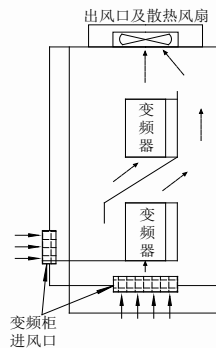

图3-3 多台变频器的安装
2. 控制柜内安装多台变频器时，通常采用并排安装方式，并配有进风口、出风口和专用散热风扇；如果采用上下安装方式时，变频器之间还应加装导流隔板，以确保散热效果良好如图 3-3 所示。